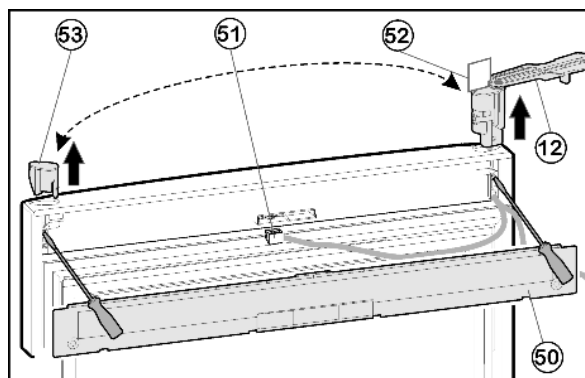

Fig. 10
- ▶ Снимите крышку Fig. 10 (50) на дверце с помощью отвертки.
- ▶ Отсоедините разъем Fig. 10 (51).
- ▶ На верхней дверце поверните опорный кронштейн Fig. 10 (12) наружу параллельно краю дверцы.
- При помощи отвертки вытолкните опорный кронштейн Fig. 10 (12) снизу и снимите с двери вместе с кабелем.
- Извлеките пробку Fig. 10 (53) снизу при помощи отвертки и вставьте на другой стороне.
- Проденьте кабель опорного кронштейна Fig. 10 (12) на противоположной стороне и установите опорный кронштейн.
- Снимите шаблон Fig. 10 (52) и закрепите на опорном кронштейне.
- Вставьте разъем Fig. 10 (51).
- Зафиксируйте крышку Fig. 10 (50) на дверце.